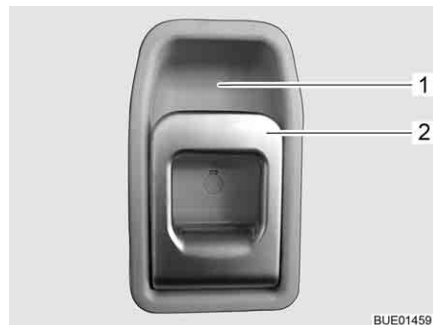

Fig. 32 Serrure de la porte cellule, à l'intérieur
- Tirer sur la poignée (Fig. 32,2). La serrure de la porte est déverrouillée.
- Appuyer sur la poignée (Fig. 32,2) en haut en direction de l'évidement (Fig. 32,1) dans lequel elle repose.